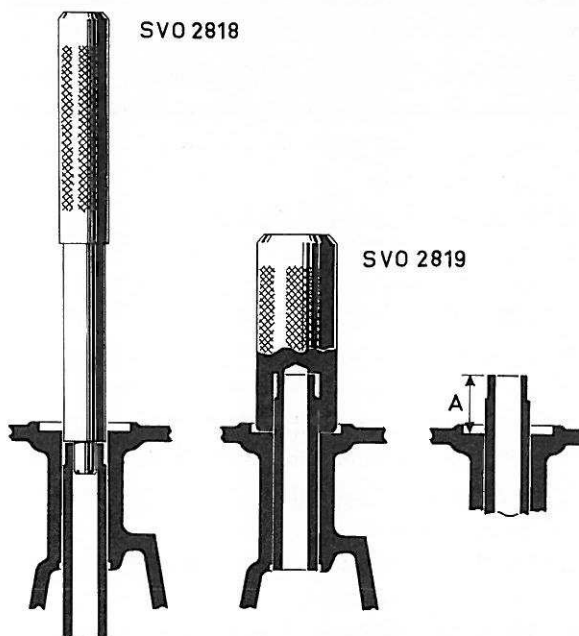

Figure 34. Remplacement des guides de soupapes
2. Enfoncer les nouveaux guides en place en se servant du mandrin 2819 qui donne la profondeur correcte d'enfoncement, voir figure 34. Pour les moteurs B 20 E et F, poser une rondelle de 0,4 mm entre l'outil et la culasse.